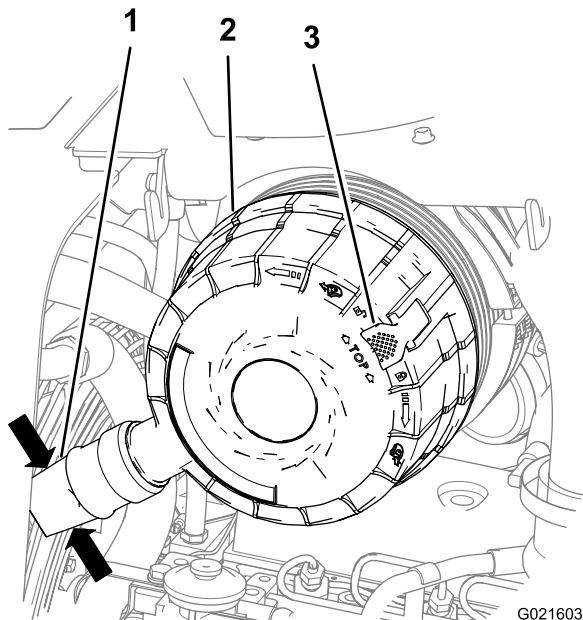

Figure 114
3. Serrez les côtés de la valve sur le couvercle du filtre à air pour évacuer l'eau, la poussière ou les saletés éventuellement accumulées sur la valve (Figure 114).
5. Tirez le verrou du couvercle du filtre à air vers l'extérieur (Figure 114).